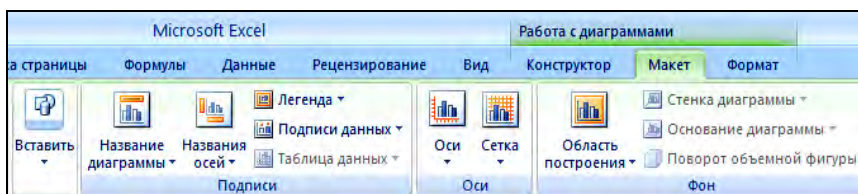

Рис. 4.3. Параметры оформления диаграммы
4. Оформление диаграммы включает в себя следующие параметры, которые можно выбрать на вкладке *Макет* (рис. 4.3):